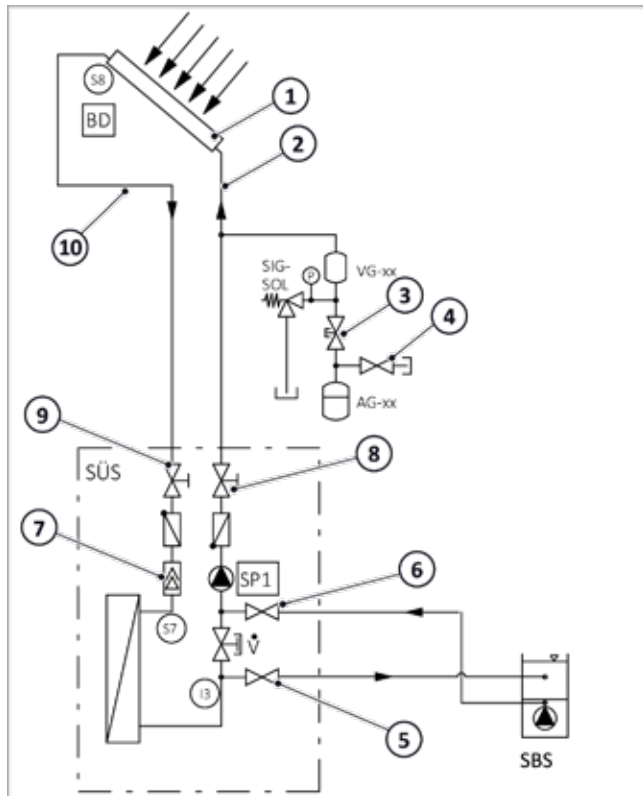

Fig. 21 : échangeur de chaleur solaire : rinçage du circuit de la pompe
- Après un nouveau remplissage du circuit solaire, du gaz se dégagera lors du fonctionnement et sera aspiré par le ventilateur aspirant de la station → Fig. 21, p. 18 (7). Ces dégagements de gaz diminueront après une certaine durée de fonctionnement. Au cours des premiers jours suivant la mise en service, purger le ventilateur aspirant et contrôler la pression de l'installation quotidiennement, puis espacer en fonction de la quantité d'air dégagée.
6. Purger le ventilateur aspirant → Fig. 21, P. 18 (7) de la station à l'aide de la purge manuelle.